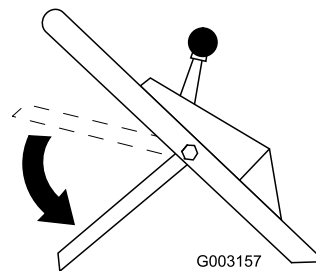

Figure 21
8. Placez la barre de commande à la position la plus basse (Figure 21).